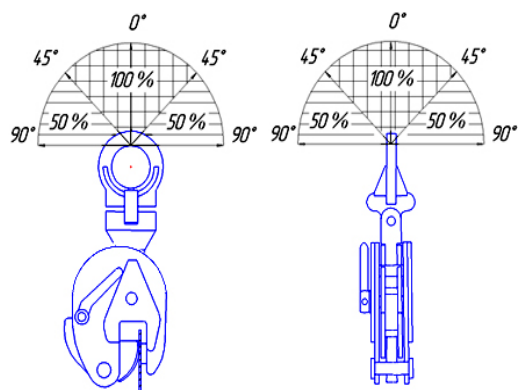

Рис. 4 Схема допустимой нагрузки при различных углах ветви стропа
5. При подъеме груза следует руководствоваться схемой допустимой нагрузки при различных углах ветви стропа рис. 4